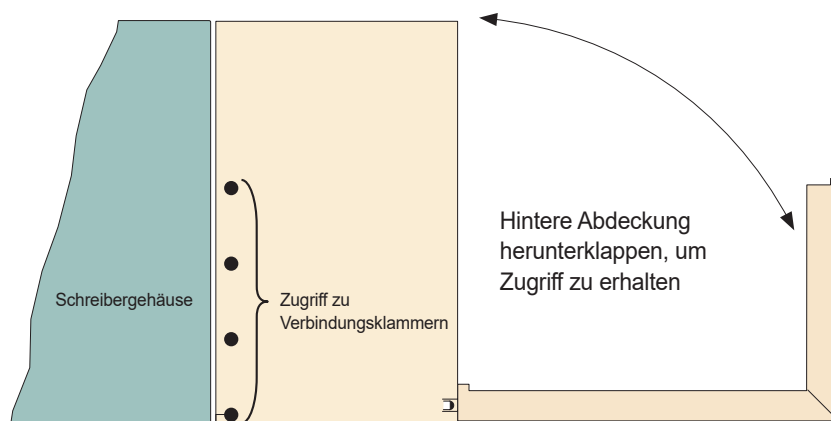
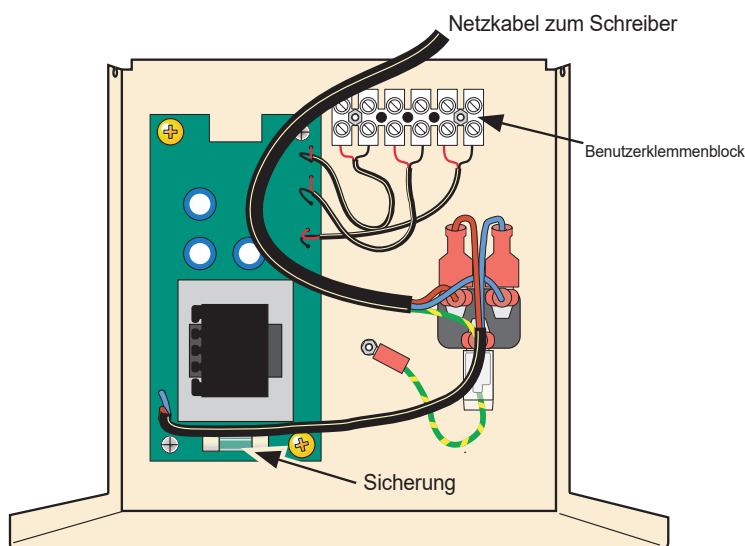

Abbildung 11.2.2b Öffnen der hinteren Abdeckung
Abbildung 11.2.2c Position der Sicherung und der Benutzerklemmenblöcke.
- Öffnen Sie die Abdeckung (Abbildung 11.2.2b), um die Leiterplatte, die Benutzeranschlüsse usw. freizulegen (Abbildung 11.2.2c).
- Die Position der Sicherung wird in Abbildung 11.2.2c dargestellt. Verdrahtungen zum Klemmenblock (Abbildungen 11.2.3a/b) können jetzt vom Benutzer vorgenommen werden, oder die Klemmenabdeckung kann der Einfachheit halber entfernt werden, wie ab Schritt 5 unten beschrieben.
Anmerkung: Durch vier Öffnungen auf jeder Seite der Klemmenabdeckung kann der Benutzer die Halteklammern betätigen, mit denen die E/A-Stecker an der Rückseite des Schreibers befestigt sind. Dadurch können die E/A-Stecker entfernt werden, z. B. wenn der Schreiber aus irgendeinem Grund von der Platte entfernt werden soll. Die Positionen dieser Öffnungen sind in Abbildung 11.2.2b dargestellt (rechte Seite dargestellt; linke Seite ähnlich).